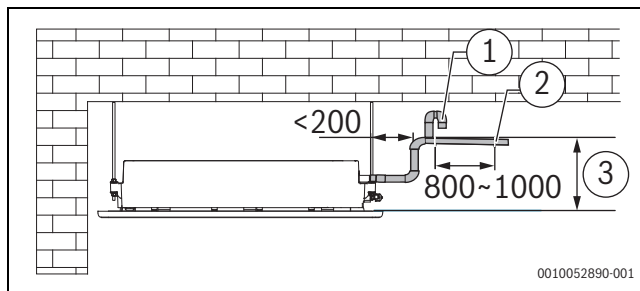
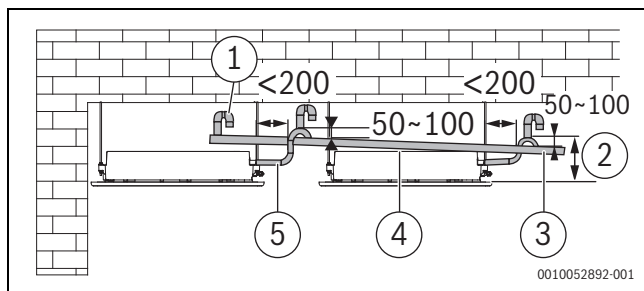

Fig. 34 Installation et distances des tubes d'évacuation d'eau avec pompe à eau [mm]
Fig. 35 Installation des tubes d'évacuation d'eau de plusieurs unités
11. Installer les tubes d'évacuation comme indiqué sur la figure 34 (avec pompe à eau) et la figure 35 (sans pompe à eau). La sortie des tubes d'évacuation ne doit pas être supérieure à la hauteur d'évacuation, tout en assurant une inclinaison vers le bas supérieure à 1/100.